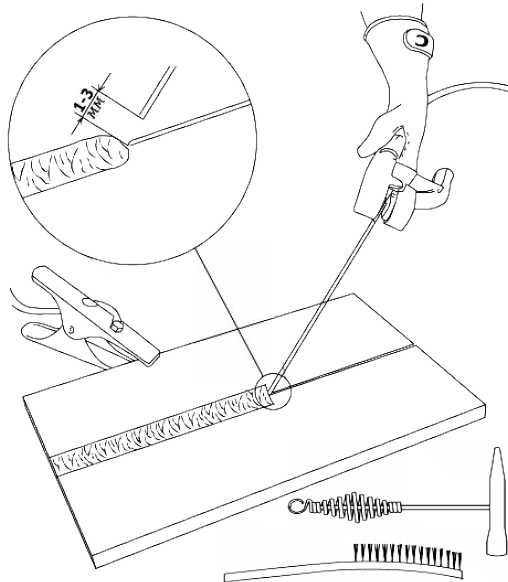

Рис. 8.2. Перед началом работы.
8. Начинайте сварочный процесс (См. рис. 8.2).
Перед началом работы не забудьте проверить следующее (См. рис. 8.2):